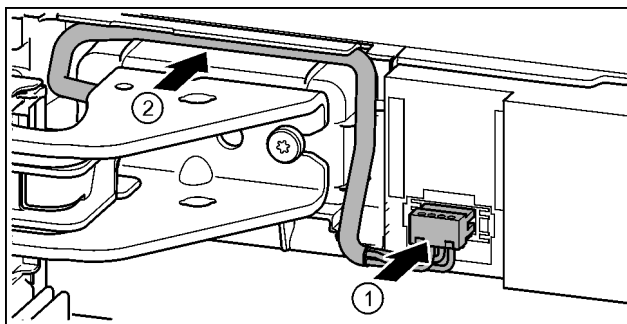

Fig. 37
- ▶ Pattintsa be a dugót a felső csapágybak felett, és óvatosan helyezze a csatornába a kábelpásmákat. Fig. 37 (1)
- ▶ A szürke kábelt óvatosan helyezze be a felső csapágybak feletti vezetősínbe. Fig. 37 (2)